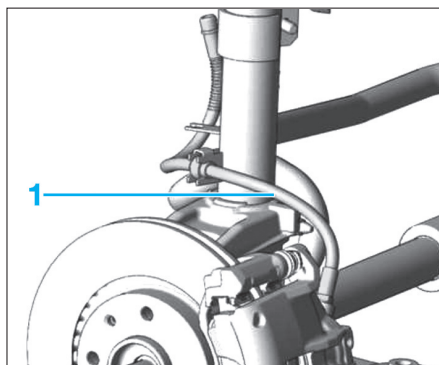

Fig. 3
- Obtenir la canalisation et déposer le flexible de frein (1) (Fig.3).